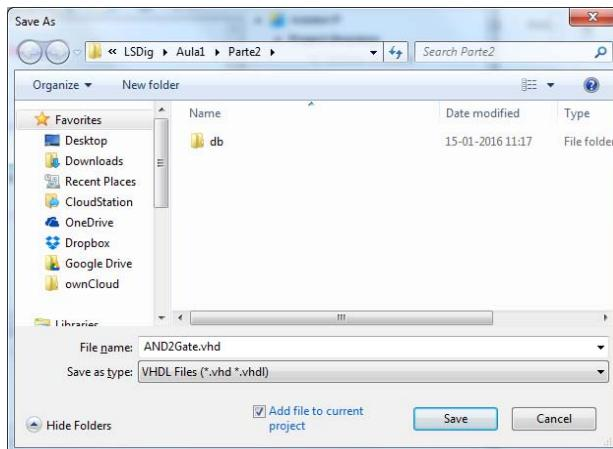

Figura 35 – Caixa de diálogo para gravação do ficheiro “AND2Gate.vhd”.
**5.** Grave o ficheiro, cujo nome deverá ser “AND2Gate.vhd” (Figura 35).